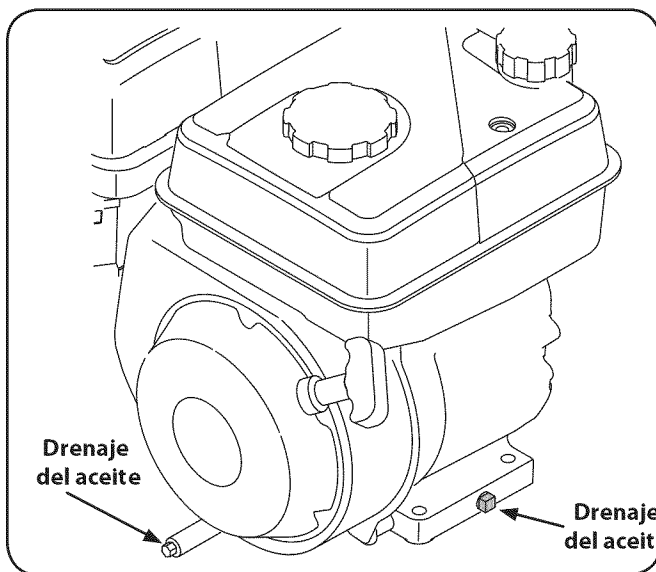

Figura 6-2
**NOTA:** Dependiendo del modelo de motor que tenga, el tapón de aceite puede ser colocado de forma diferente. Estas posiciones incluyen en la parte frontal y / o parte posterior del bloque, o como un tubo extendido. Los ejemplos se muestran en la figura. 6-2